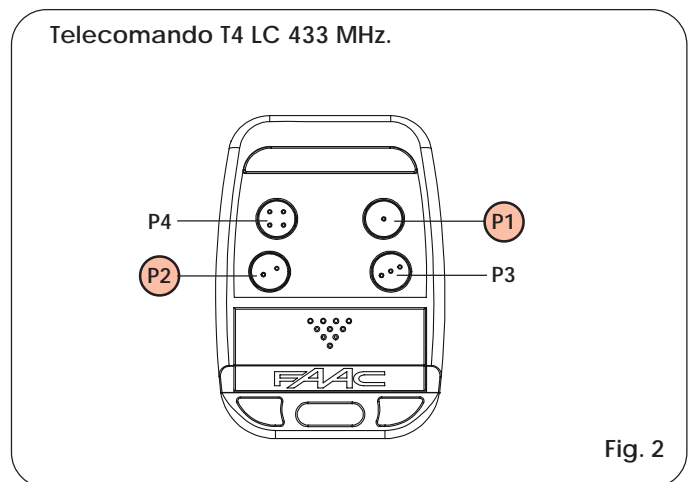

Fig. 2
- 1) Premere e mantenere sempre premuti, i pulsanti P1 e P2 del telecomando (Fig. 2).